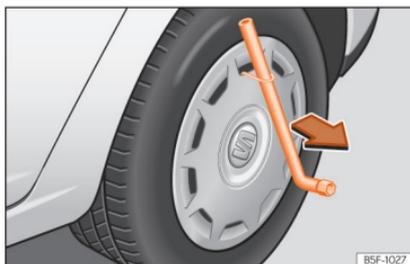

Fig. 41 Retire o tampão integral.
- Introduza a chave de roda através do gancho, apoie-a no pneu e retire o tampão »» Fig. 41.